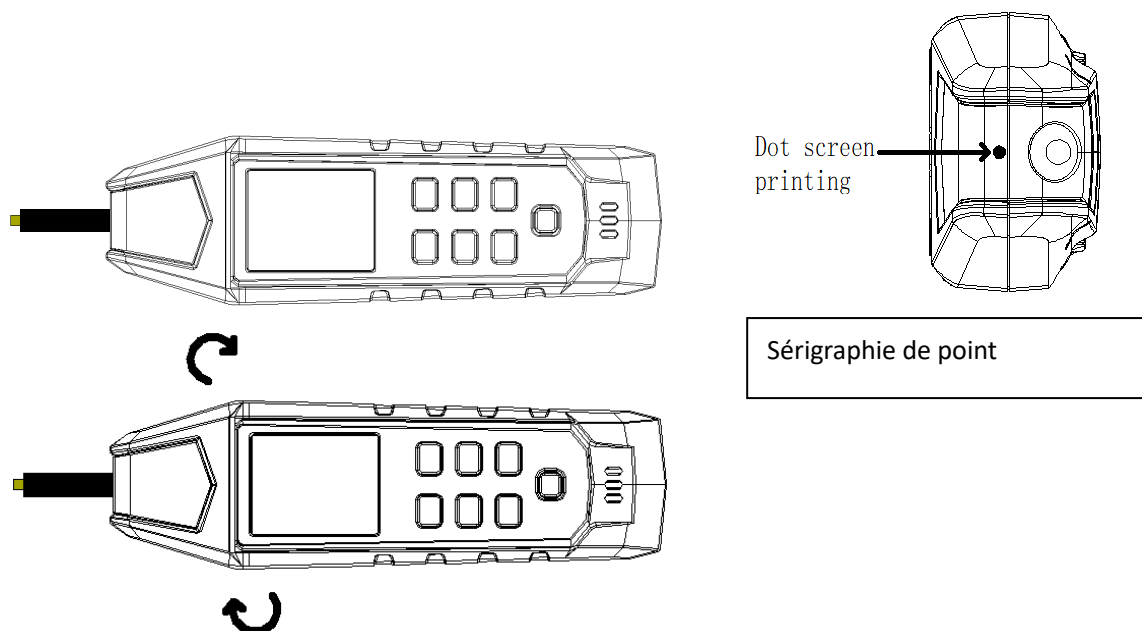
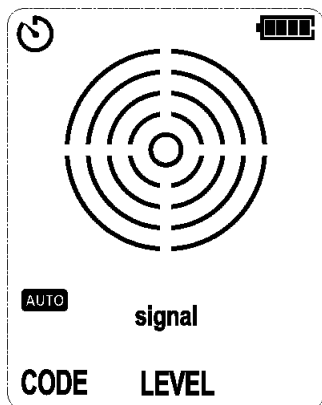

Figure 7.1.3a Aligner sur la cannelure du capteur
Figure 7.1.3b Aucun signal détecté
3. Pour obtenir un effet optimal lors du suivi d'un conducteur sous tension, veuillez aligner la sérigraphie de point (sur le dessus du capteur) sur le conducteur, comme le montre la figure 7.1.3a. Si l'alignement n'est pas correct, le signal peut ne pas être détecté ou le code peut être erroné. Pour vérifier le sens du câble, tournez régulièrement le récepteur de 90 degrés, comme le montrent les figures 7.1.3b et 7.1.3c. L'intensité du signal atteint son maximum lorsque le câble est aligné avec la sérigraphie. En fonction des différences entre les signaux détectés, le récepteur détecte automatiquement si le câble est sous tension (" Δ "), ce qui s'affiche sur l'écran LCD. Il n'est pas nécessaire de procéder à un réglage manuel.